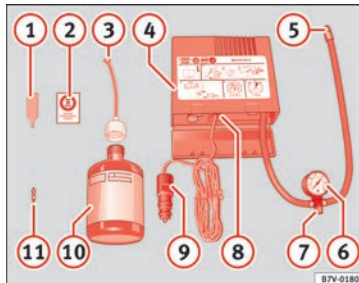

Fig. 67 Representación estándar: contenido del kit antipinchazos.
• Deje dispuestas las herramientas de a bordo » » » **fig. 67 ③** y la rueda de repuesto* » » » **fig. 67 ③** pág. 320.
• Desenrosque la caperuza y el obús de la válvula del neumático. Utilice el aparato » » » **fig. 67 ①** para extraer el obús. Colóquelo en una superficie limpia.
• Agite con fuerza la botella de sellante de neumáticos » » » **fig. 67 ⑩**.
• Enrosque el tubo de inflado » » » **fig. 67 ③** en la botella de sellante. El precinto de la botella se romperá automáticamente.
• Retire el tapón del tubo de llenado » » » **fig. 67 ③** y enrosque el extremo abierto del tubo en la válvula del neumático.
• Vuelva a colocar el obús con el aparato » » » **fig. 67 ①** en la válvula del neumático.
• Enrosque el tubo de inflado del neumático del compresor » » » **fig. 67 ⑤** en la válvula del neumático.
• Compruebe que el tornillo de evacuación de aire está cerrado » » » **fig. 67 ⑦**.
• Acople el conector » » » **fig. 67 ⑨** a toma de corriente de 12 voltios del vehículo » » » **fig. 67 ⑨** pág. 157.
• Conecte el compresor de aire con conmutador ON/OFF » » » **fig. 67 ⑧**.